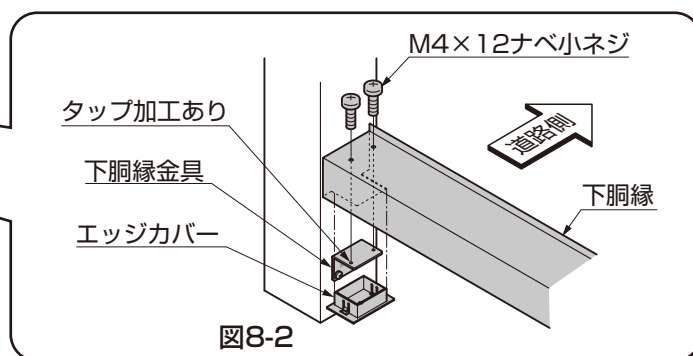

図8-2
- 下胴縁金具は、タップ加工がある穴を天面にして取付けてください。(図8-2参照)
(2) スクリーンの取付け
- ①スクリーンを上側からフレームに差込み、下胴縁に乗せて「φ4×19ナベドリルネジ」で取付けてください。